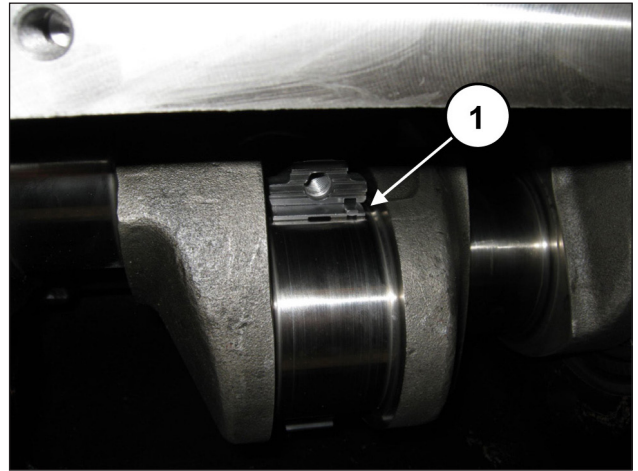

Fig. 65
Insérer les demi-coussinets supérieurs entre les bielles et l'arbre (rep. ①, Fig. 65).